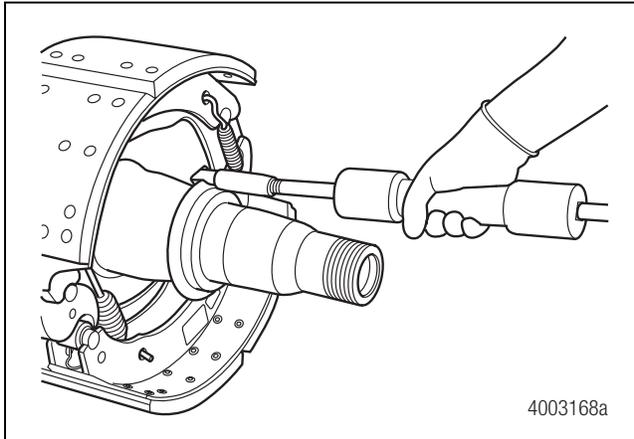

Figura 3.10
13. Un método alternativo consiste en usar un martillo deslizando con un gancho en el extremo de la herramienta. Figura 3.10.